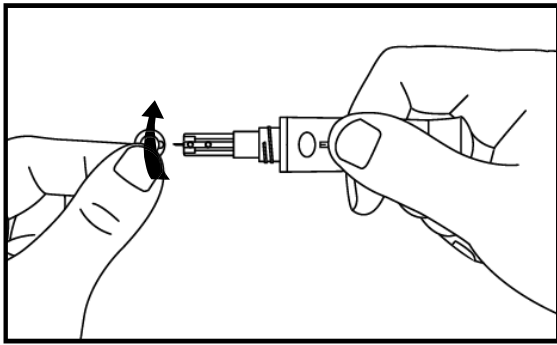

Abb. 24
Schritt 3: Halten Sie die Lanzette fest im Lanzettenhalter, drehen Sie die Sicherungslasche der Lanzette und ziehen Sie dann die Sicherungslasche ab. Bewahren Sie die Sicherheitslasche für die Entsorgung der Lanzette auf. (Siehe Abb. 24)